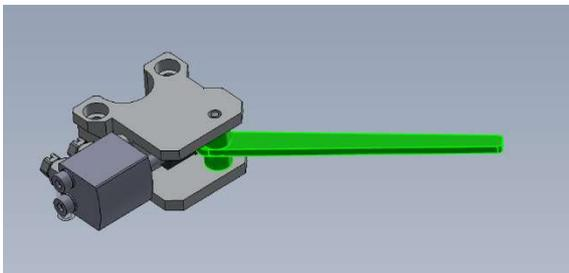

Abbildung 2: Ansicht der Umlenkvorrichtung
- die Umlenkvorrichtung intakt erscheint, siehe *Abbildung 2*;